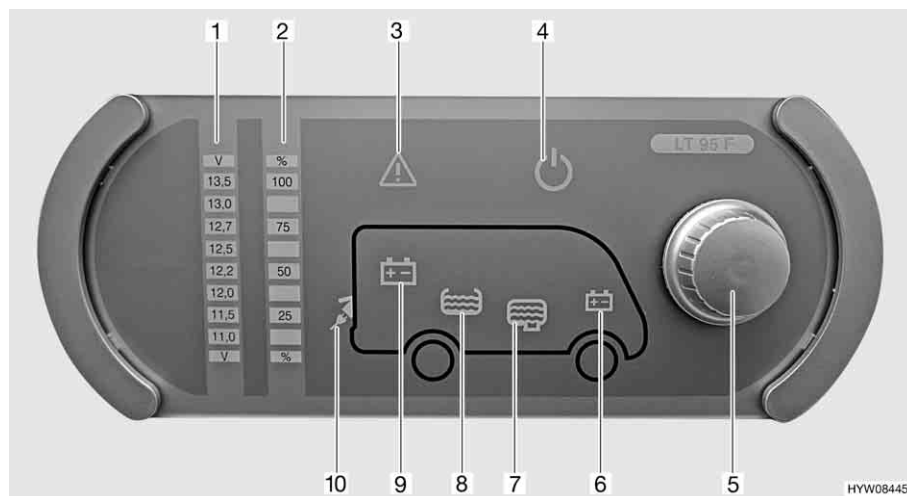

Fig. 74 Pannello di controllo (LT 95)
Il pulsante a rotazione (Fig. 74,5) inserisce o disinserisce il pannello di controllo e l'alimentazione a 12 V dell'abitacolo.
- Premere il pulsante a rotazione (Fig. 74,5): L'alimentazione a 12 V dell'abitacolo è inserita. La spia di controllo a 12 V (Fig. 74,4) diventa verde.
- Premere il pulsante a rotazione (Fig. 74,5): L'alimentazione a 12 V dell'abitacolo è disinserita. La spia di controllo a 12 V (Fig. 74,4) si spegne.
Mediante il pulsante a rotazione (Fig. 74,5) si possono interrogare sia la tensione della batteria dell'abitacolo che la tensione della batteria di avviamento. La tensione viene visualizzata sulla scala indicatore per la tensione della batteria (Fig. 74,1).
- Ruotare il pulsante a rotazione (Fig. 74,5), finché si accende il simbolo della batteria della quale deve essere interrogata la tensione.
Viene indicata la tensione della batteria dell'abitacolo (Fig. 74,9)
Viene indicata la tensione della batteria di avviamento (Fig. 74,6)
- Leggere la tensione sulla scala indicatore della tensione della batteria (Fig. 74,1).
Mediante il pulsante a rotazione (Fig. 74,5) si possono interrogare sia il livello del serbatoio dell'acqua che il livello del serbatoio delle acque grigie. Il livello viene visualizzato sulla scala indicatore livello dei serbatoi (Fig. 74,2).
- Ruotare il pulsante a rotazione (Fig. 74,5), finché si accende il simbolo del serbatoio del quale deve essere interrogato il livello.
Viene indicato il livello del serbatoio dell'acqua (Fig. 74,8)
Viene indicato il livello del serbatoio delle acque grigie (Fig. 74,7)
- Leggere il livello sulla scala indicatore del livello serbatoio (Fig. 74,2).
La spia luminosa Alarm (Fig. 74,3) lampeggia non appena i valori limite fissati vengono superati per eccesso o per difetto.
La spia luminosa Alarm (Fig. 74,3) lampeggia non appena la tensione della batteria scende al di sotto di 11 V. Se l'alimentazione a 12 V è accesa, si accende anche il relativo simbolo della batteria (Fig. 74,6 o 9), e l'indicatore "11,0" sulla scala indicatore della tensione della batteria (Fig. 74,1) lampeggia. Rischio di uno scaricamento totale della batteria.
La spia luminosa Alarm (Fig. 74,3) lampeggia ed il relativo simbolo del serbatoio (Fig. 74,7 o 8) si accende non appena il serbatoio dell'acqua è vuoto o il serbatoio delle acque grigie è pieno.
La spia di controllo a 230 V (Fig. 74,10) si accende quando all'ingresso della centralina elettrica è presente una tensione di rete.